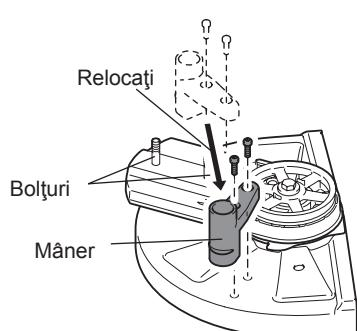
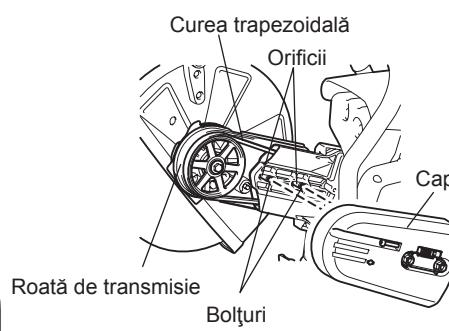

Fig. 5
Fig. 6
- (7) Repozitionați mânerul. (Fig. 5)
- (8) Roțiți accesoriul de tăiere demontat, treceți bolțul prin orificiu și remontați în direcția B.
- (9) Remontați cureaua trapezoidală pe roata de transmisie. (Fig. 6)